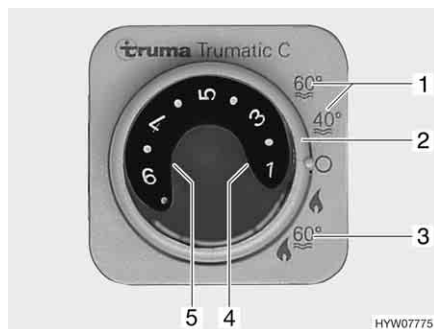
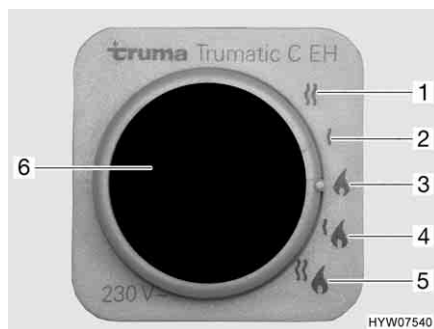

Fig. 99 Centralina di controllo per riscaldamento/boiler
Fig. 101 Selettore di energia per riscaldamento/boiler
Il boiler è integrato nel riscaldamento e funziona a gas (funzionamento a gas) o a gas o a corrente (funzionamento a gas e funzionamento elettrico a 230 V). Il boiler si accende dalla centralina di controllo (Fig. 99) con l'interruttore girevole (Fig. 99,2). Sul selettore di energia (Fig. 101) viene preselezionato il tipo di energia (funzionamento a gas e elettrico a 230 V).
Durante il funzionamento invernale "Riscaldamento e boiler" (Fig. 99,3), accendendo il riscaldamento è riscaldata automaticamente anche l'acqua nel boiler. Quando il riscaldamento si spegne al raggiungimento della temperatura ambiente desiderata, il boiler continua a riscaldare l'acqua, fino a quando questa raggiunge la temperatura impostata.
Durante il funzionamento estivo (Fig. 99,1) l'acqua è riscaldata soltanto nel boiler fino a 40 °C o 60 °C. L'acqua si riscalda a 60 °C in ca. 1 ora. La spia gialla di controllo (Fig. 99,5) si accende durante la fase di riscaldamento del boiler.
L'alimentazione di tensione per il riscaldamento/boiler e la valvola di sicurezza/di scarico non può essere interrotta dall'interruttore principale a 12 V. In caso di guasto si accende la spia rossa di controllo (Fig. 99,4) sulla centralina di controllo per il riscaldamento/boiler Trumatic C (vedi capitolo 14).
- Sulla centralina di controllo (Fig. 99) posizionare l'interruttore girevole (Fig. 99,2) su "Funzionamento estivo" (Fig. 99,1).
La spia gialla di controllo (Fig. 99,4) si accende durante la fase di riscaldamento. Al raggiungimento della temperatura dell'acqua desiderata, la fase di riscaldamento termina e la spia gialla di controllo si spegne.
- Sulla centralina di controllo (Fig. 99) posizionare l'interruttore girevole (Fig. 99,2) su "O".
- Funzionamento a gas (Fig. 101,3)
- Funzionamento elettrico a 230 V con gradi di potenza da 900 W (Fig. 101,2) oppure 1800 W (Fig. 101,1)
- Funzionamento a gas e funzionamento elettrico a 230 V (funzionamento misto) con gradi di potenza da 900 W (Fig. 101,4) oppure 1800 W (Fig. 101,5)
La combinazione funzionamento a gas e funzionamento elettrico a 230 V diminuisce il tempo di riscaldamento (è possibile solo se il boiler viene impostato sulla centralina di controllo (Fig. 99) su funzionamento invernale).
Se viene selezionato il funzionamento elettrico a 230 V, la spia gialla di controllo si accende (Fig. 101,6).